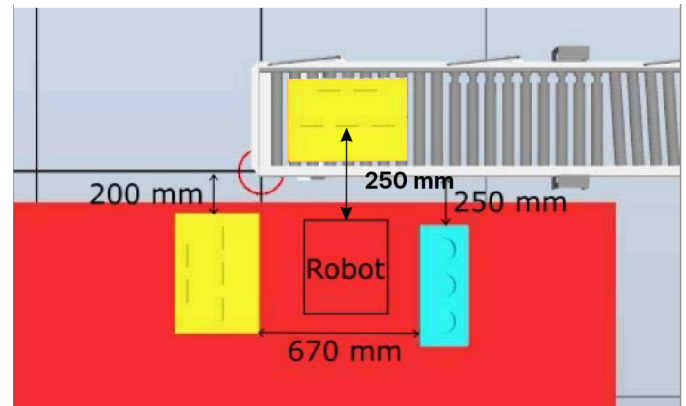

Figura 2: Representación del área de trabajo
*Esto es suponiendo que la pieza esta orientada como se muestra en la **figura 2**, y que el mínimo alcance necesario es en el centro de la pieza, si es que se tiene un 'gripper' que tome la pieza por el centro.*